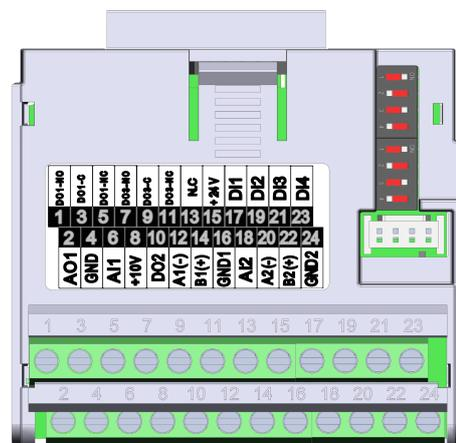

Figura 19.4: Módulo Plug-in MW500-CRS485
El módulo plug-in MW500-CRS485 tiene la interfaz Serial (1) a través de la puerta RS-485 en los bornes 12 (A1-) y 14 (B1+), así como la interfaz Serial (2) también a través de otra puerta RS-485 en los bornes 20 (A2+) y 22 (B2+), vea la Figura 19.4 en la página 19-1. Vea también, el GND1 en el terminal 16 y GND2 en el terminal 24 están aislados uno del otro y del GND en el terminal 16.